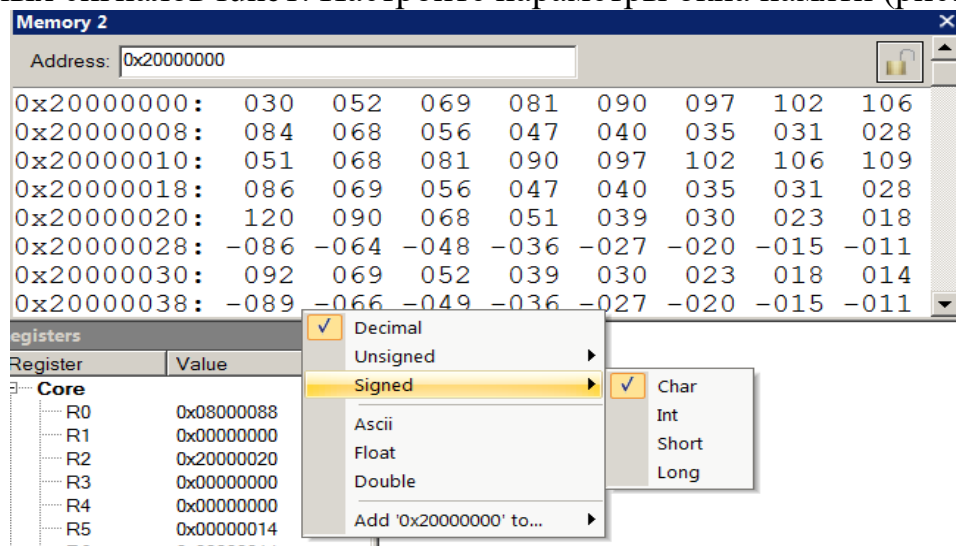

Рис. 6.12. Настройка отображения содержимого памяти и
1) Запишите в регистр r0 метку, соответствующую базовому адресу таблицы входных сигналов func1. Настройте параметры окна памяти (рис. 6.12).